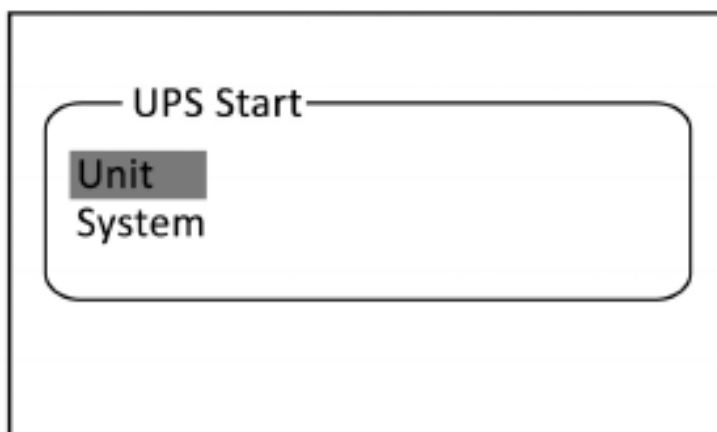

Figura 55 – Iniciando um Nobreak no Modo Paralelo.
- Inicie qualquer nobreak, pressionando e segurando brevemente o botão "EXT" no painel frontal. O menu de seleção seguinte será exibido (Figura 55). Selecione a opção "Unit" usando as setas e pressione "ENTER". Neste caso, apenas este nobreak será iniciado.